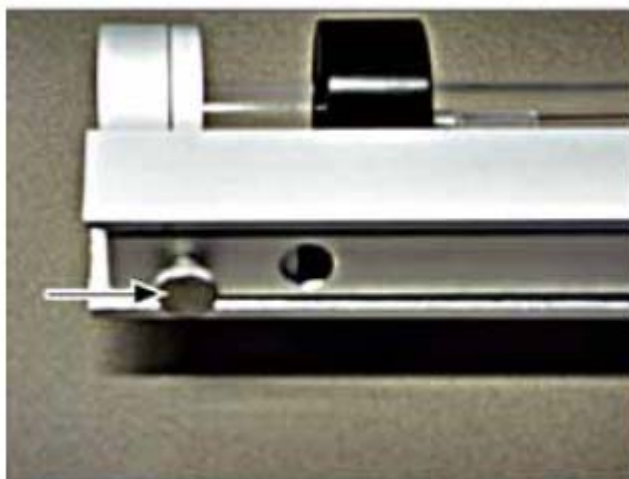

图 106 固体测定模块 - 使用凸边螺丝改变长度（如箭头所示）
3. 松开凸边螺丝（见图 106 中的箭头）。
6. 拧紧凸边螺丝（图 106）。